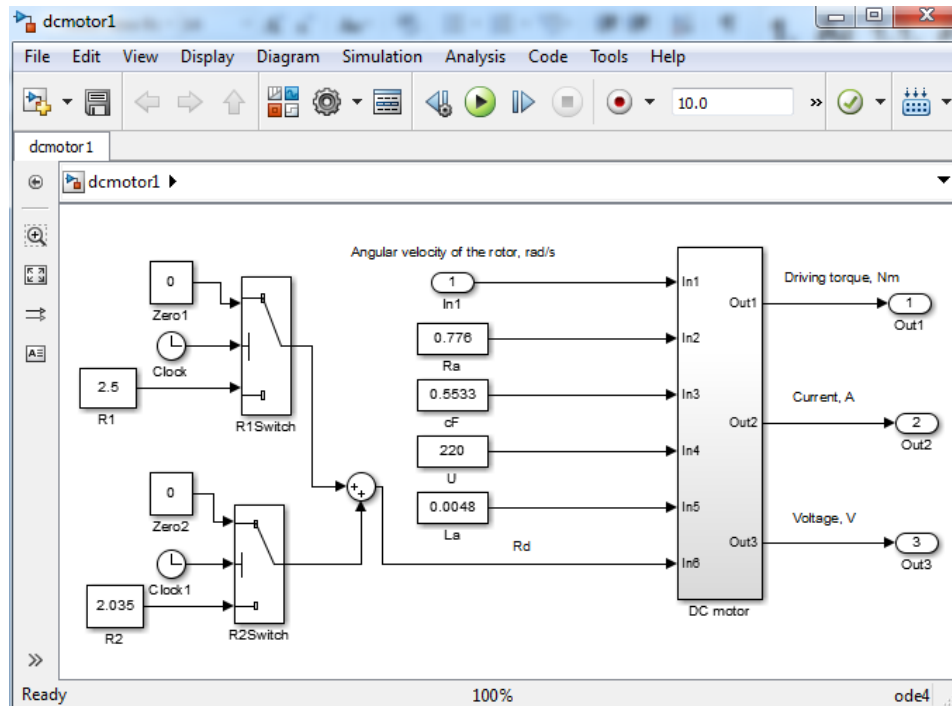
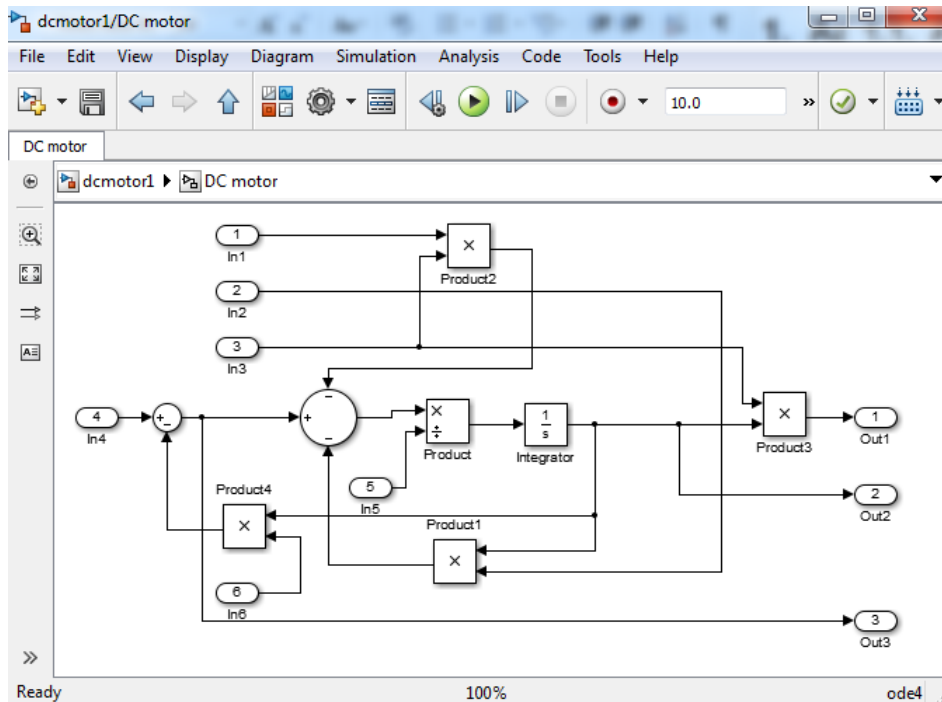

Рис. 3.9. Модель двигателя в Matlab/Simulink
Рис. 3.10. Подсистема DC motor
Модель двигателя имеет один вход – угловую скорость ротора (рад/с) и три выхода: (1) электромагнитный момент, (2) ток якоря и (3) напряжения цепи якоря. Копии экрана Simulink-модели рассматриваемого двигателя приведены на рис. 3.9 и рис. 3.10.